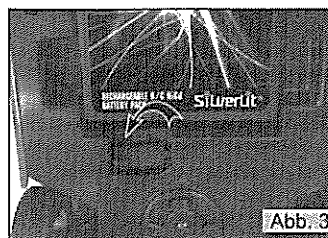

Abb. 3
1. Öffne die VERRIEGELUNG (LOCK) (Abb. 3).